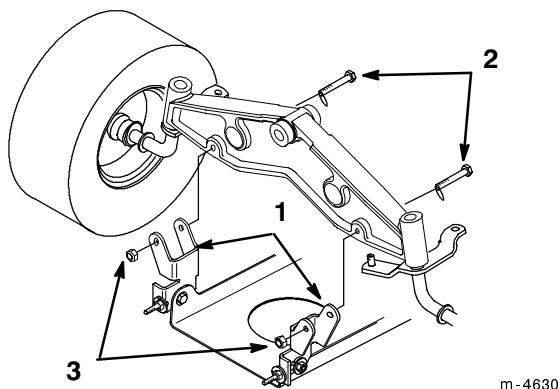

Figure 45
5. Fixez les supports de pivots du plateau de coupe à l'essieu avant à l'aide des boulons et des contre-écrous (Fig. 45).